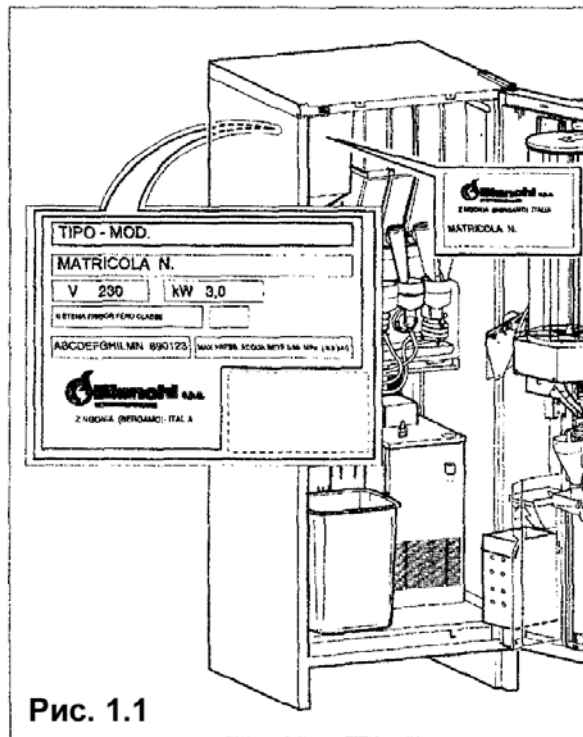

Рис. 1.1
- данные, содержащиеся на табличке с серийным номером (рис. 1.1)